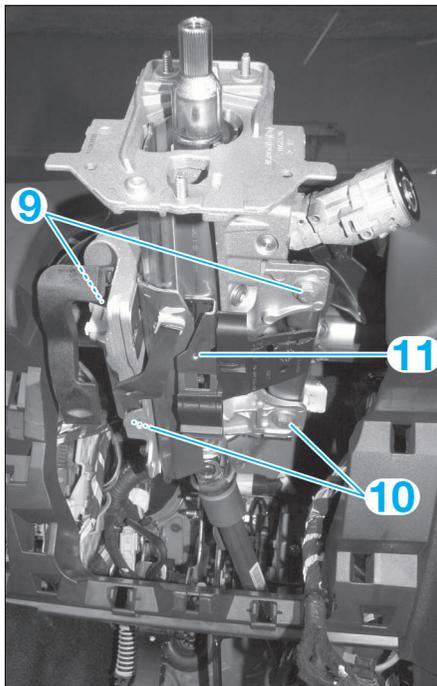

FIG. 7
- les vis (9) et (10) (Fig.7),
- la colonne de direction (11).